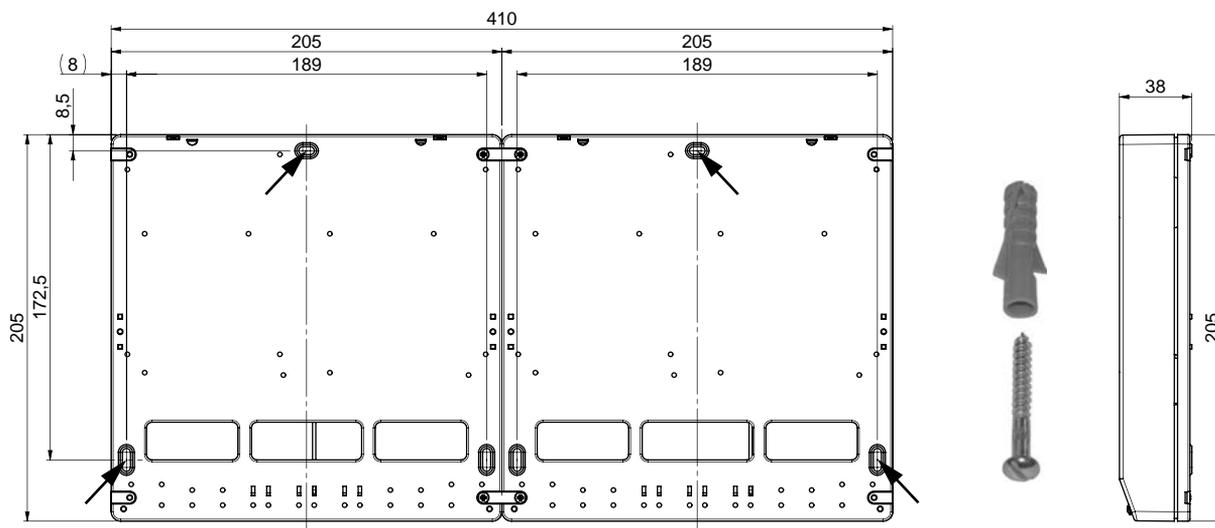

Fig. 188 Schizzo quotato - vista da dietro
- Praticare i fori di montaggio ( $\varnothing$  6 mm) nel muro come nello schizzo (Fig. 188).